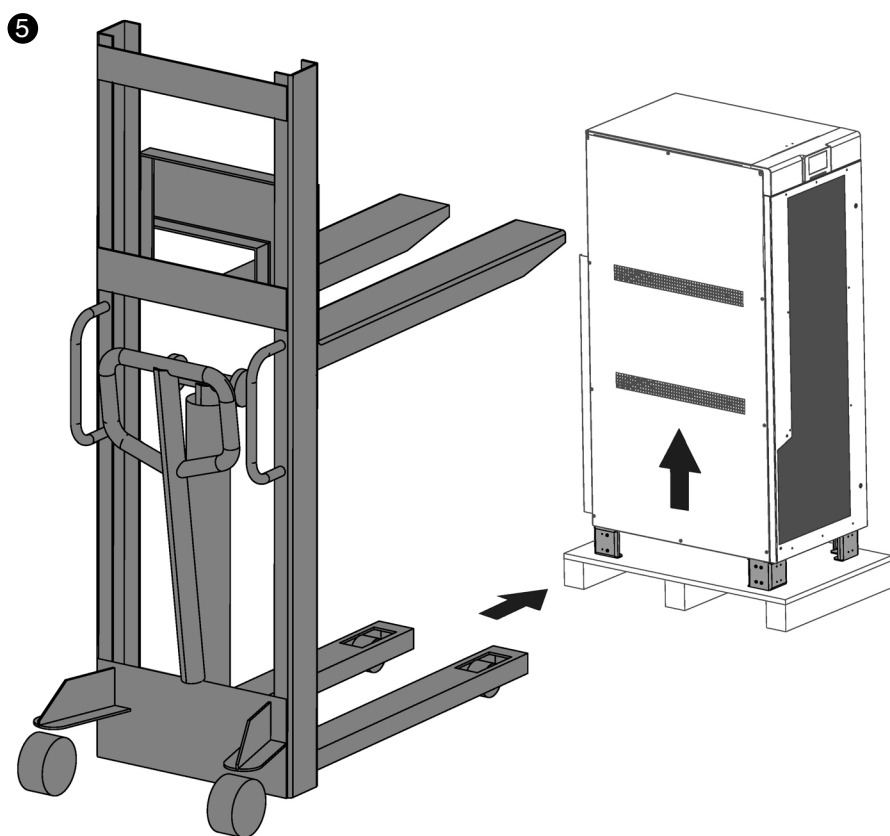

Fig. 32. Izado del equipo mediante un transpalet.
- ❺ Proceder a bajar el equipo del palet mediante un carretilla elevadora o transpalet (Fig. 32).